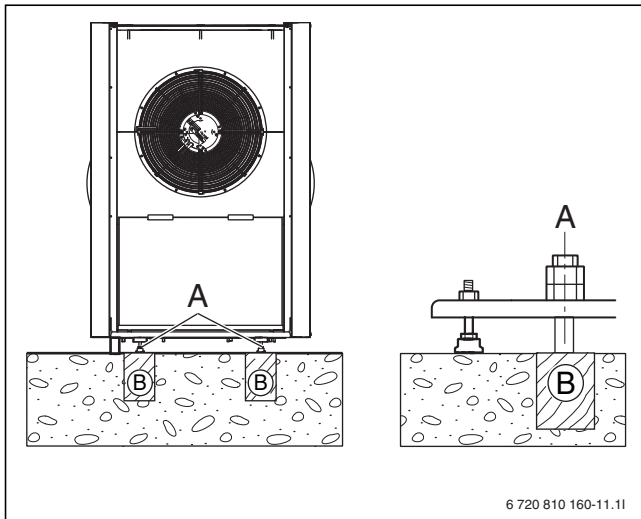

Bild 9 Maße in mm
- Wärmepumpe kippsicher verankern (→ Abb. 9).